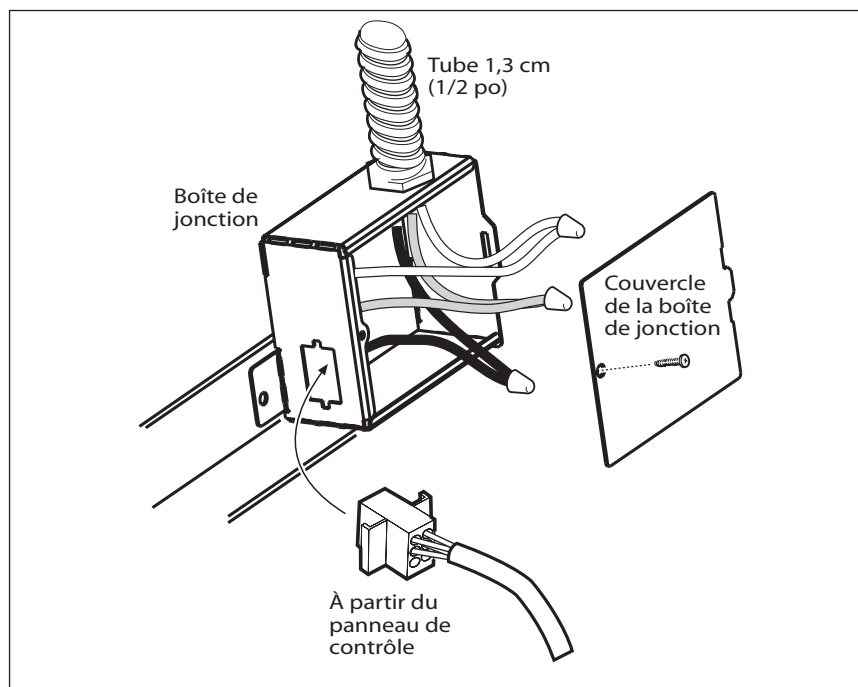

FIG. 14
1. Retirez la boîte de jonction tel qu'indiqué à la fig.14.
4. Connectez le fil noir du panneau de service au fil noir ou rouge de la boîte de jonction, le blanc au blanc et le vert au vert-jaune. Voir fig. 14.